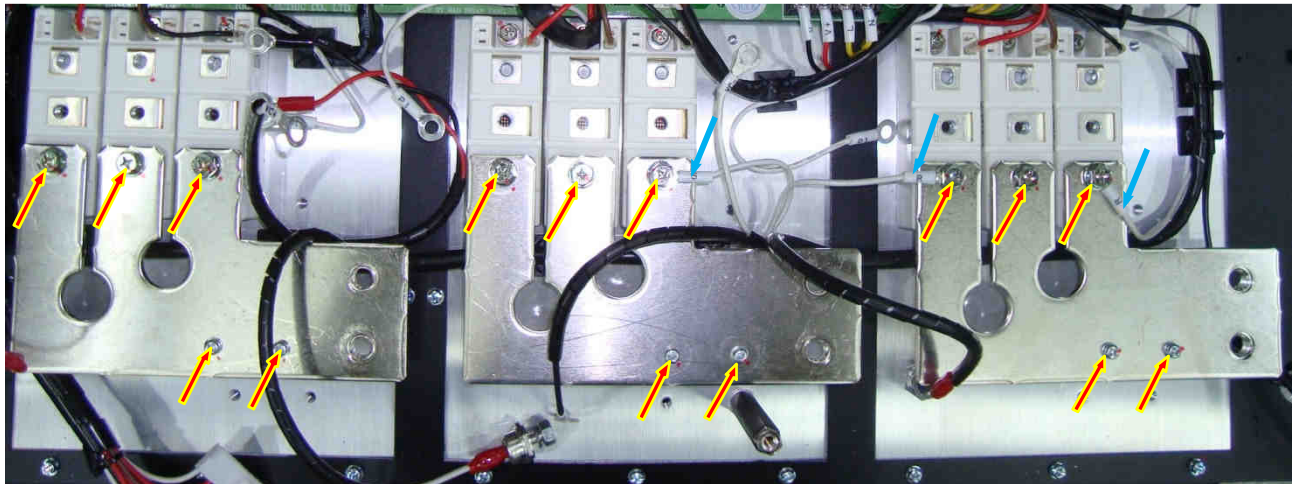

Рис. 7.7.
7.3.5. Установить объединительные шины «R», «S», «T» на выводы «1» диодно-тиристорных модулей и изоляционные стойки. Закрепить шины винтами (рис. 7.7 стрелки красного цвета).